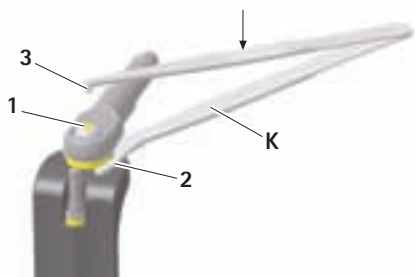

Fig. 5
- Pousser la pince **K** avec le côté du mors **2** sous l'accouplement et appuyer avec la pointe de la pince **3** sur la cheville **1** de la valve **D**, voir Fig. 5.